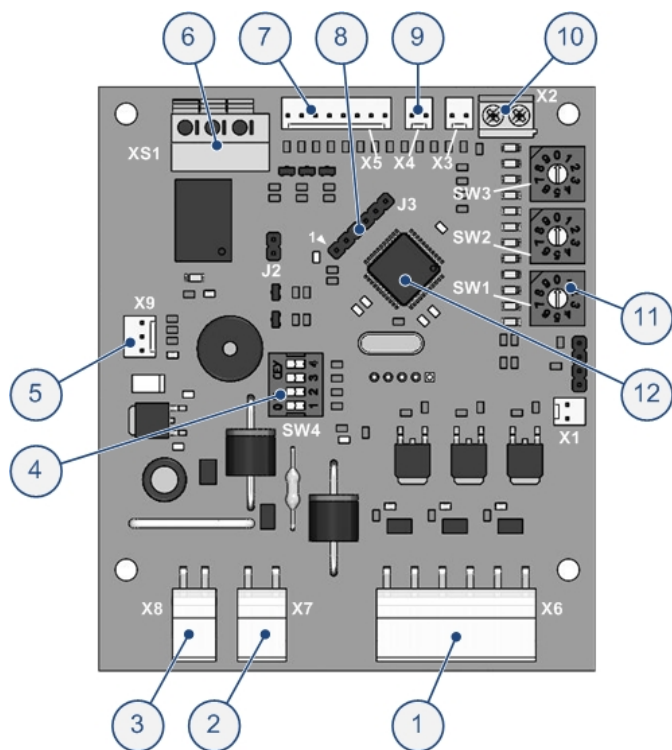

РИС. 4
3. Подключение к охранной сигнализации и «тревожной кнопке» осуществляется через клеммную колодку в отсеке блока управления темпо-кассы (см. рис. 4).
1. Для выставления необходимых задержек предназначены три селектора, значения которых выставляются в соответствии с таблицей 1. Каждому ящику соответствует свой селектор (см. рис.4).
2. Для активации функции «не отключаемой задержки» (связи с системой ОПС) предназначена группа переключателей SW4 (см. рис.4), значения которой выставляются в соответствии с таблицей 2.